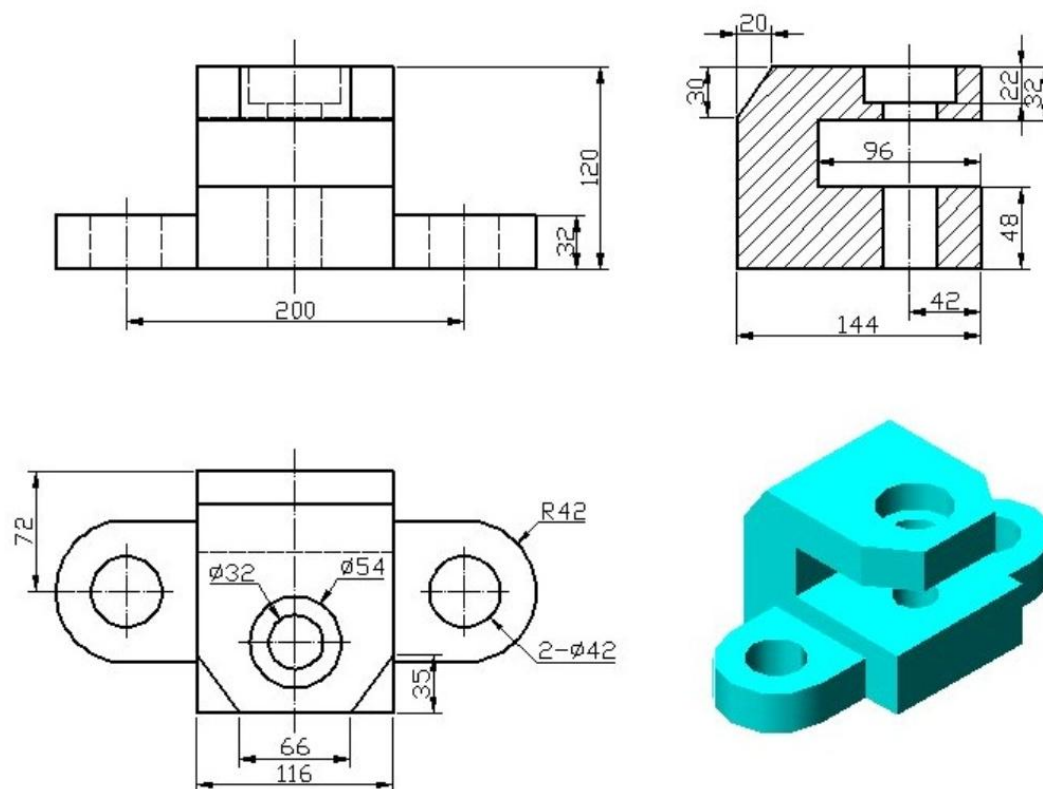

图 J1-2 三维零件 2
- ① 在盘下建立考生文件夹，文件夹名称为“场次-工位号”，所有文件必须保存在考生文件夹中，否则记零分；
- ② 文件名称为“J1-2”，保存在考生文件夹中；
- ③ 根据图 J1-2 所示尺寸完成三维建模；
- ④ 隐藏草图和创建的基准平面；
- ⑤ 考试过程中注意保存，考核结束时考试应立即停止操作，不得关闭电脑，离开考场。
(2) 实施条件